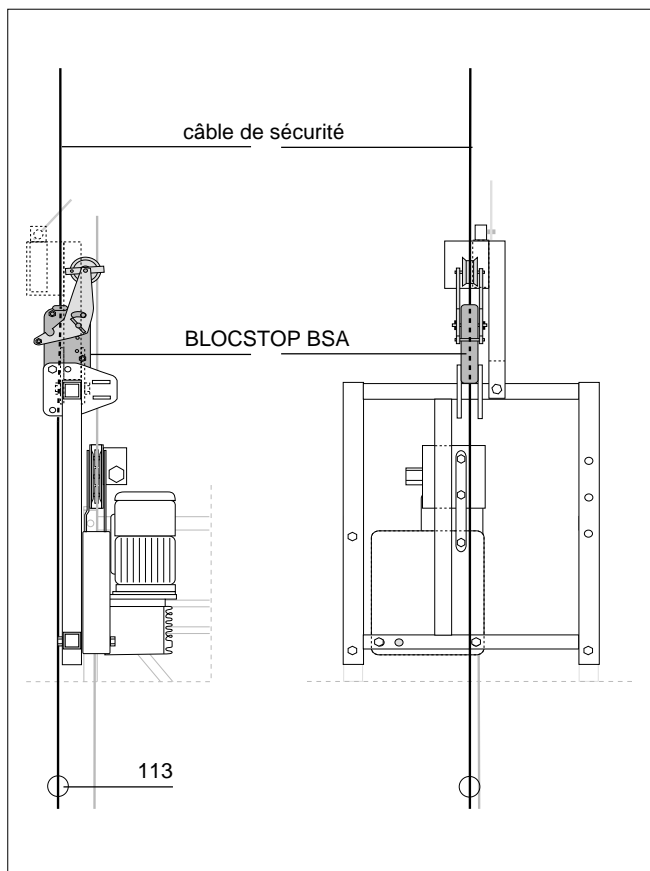

Fig. 1.22
a) . . . sur les étriers d'extrémité (Fig. 1.22)
- Avant d'engager le câble de sécurité (152) dans l'antichute BLOCSTOP BSA (109), vérifier s'il n'est pas enroulé autour du câble de levage (151).
- Accrocher un lest (113) à chaque câble de sécurité, à environ 20 cm au-dessus du sol.